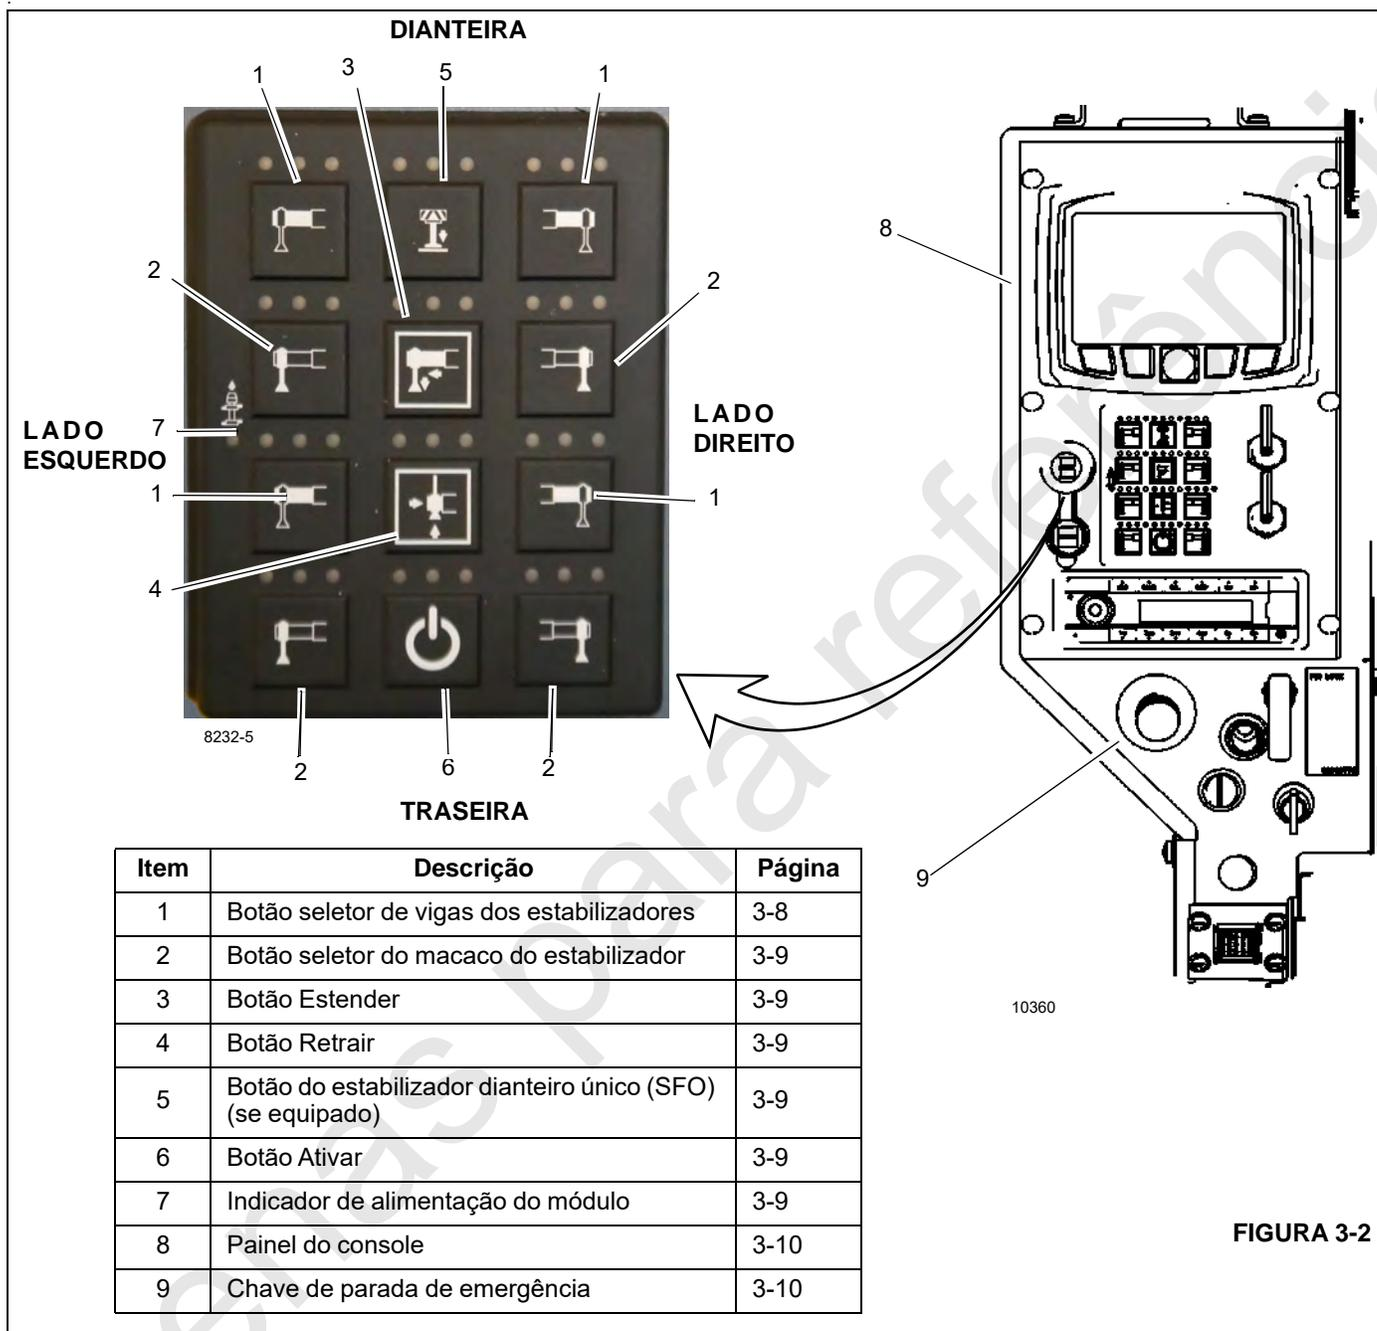

FIGURA 3-2
- É necessário liberar a chave ESTOP (9, Figura 3-2) da cabine do guindaste.
Os estabilizadores podem ser operados de vários locais, incluindo um controlador de teclado (Figura 3-1) localizado no (6 e 9, Figura 3-2) console da cabine do guindaste e dois teclados da estação de solo localizados à esquerda e à direita da estrutura do transportador. Cada controlador do estabilizador da cabine possui os controles para estender e retrain as vigas dos estabilizadores, para elevar e abaixar os cilindros dos estabilizadores (macaco) e para elevar e abaixar o estabilizador dianteiro único (SFO), se equipado. A estação de solo do lado direito (passageiro) controla todos os cilindros dos estabilizadores verticais e o SFO (se equipado), mas apenas as vigas horizontais no lado direito (passageiro) do guindaste. A estação de solo do lado esquerdo (motorista) controla todos os cilindros dos estabilizadores verticais e o SFO (se equipado), mas apenas as vigas horizontais no lado esquerdo (motorista) do guindaste.
O painel de controle do estabilizador da cabine (Figura 3-2) está localizado no painel dianteiro do console da cabine da superestrutura e é usado para controlar os estabilizadores de dentro da cabine. O painel de controle possui um touchpad com botões de controle e indicadores para estender e retrair as vigas dos estabilizadores, para elevar e abaixar os cilindros dos macacos dos estabilizadores e para elevar e abaixar o estabilizador dianteiro único (SFO), se equipado. Se não estiver equipado com um SFO, os indicadores LED de SFO acima do botão do SFO acendem em vermelho. A estação de controle da cabine do guindaste contém um indicador de nível e uma chave de parada de emergência. Todas as funções do estabilizador podem ser controladas pelo painel de controle da cabine.
Há quatro botões de seleção de vigas do estabilizador e quatro do macaco do estabilizador localizados em cada painel de controle do estabilizador (Figura 3-1 e Figura 3-2).
O botão ativar está localizado nos painéis de controle do estabilizador da cabine (Figura 3-2) e é usado em conjunto com a pré-seleção de chaves seletoras do estabilizador para controlar as funções do estabilizador.
O botão Estender está localizado no painel de controle do estabilizador (3, Figura 3-2 e Figura 3-3) e é usado em conjunção com os botões de ativação para controlar as vigas do estabilizador ou as funções do macaco.
O botão Retrair está localizado no painel de controle do estabilizador (4, Figura 3-2 e Figura 3-3) e é usado em conjunto com os botões de ativação para controlar as vigas do estabilizador ou as funções do macaco.
Os indicadores LED exibem o status do botão de controle selecionado (Figura 3-2) no painel de controle do estabilizador da cabine. Um LED azul acenderá por 5 segundos depois que um botão tiver sido selecionado.
O indicador de status do módulo está localizado em todos os painéis de controle do estabilizador da cabine e indica que a estação de controle dos estabilizadores (Figura 3-2) é ativada quando um LED verde acende. A estação de controle não pode ser ativada se o guindaste estiver executando outra função. (Por exemplo: operar a lança.)
Os botões seletores das vigas dos estabilizadores (1, Figura 3-2 e Figura 3-3) são usados para operar as vigas dos estabilizadores dianteiros ou traseiros. Ambos os lados podem ser operados pelo painel de controle do estabilizador da cabine.
Use os botões seletores do macaco do estabilizador (2, Figura 3-2 e Figura 3-3) para indicar qual macaco deseja operar.
O botão do SFO (Estabilizador único dianteiro) está localizado no painel de controle do estabilizador para os controles do estabilizador da cabine (Figura 3-2) e controles de estabilizador de solo (Figura 3-1 e Figura 3-3). O botão SFO é usado para abaixar e elevar o estabilizador único dianteiro opcional (se equipado). Para operar o SFO, pressione o botão do SFO para ativá-lo e, em seguida, o botão de extensão/retração e o botão de ativação. O SFO retrai-se automaticamente se algum dos outros macacos for ajustado e deve ser reativado se a elevação tiver que prosseguir. Se não estiver equipado com um SFO, o LED vermelho acende.
Há uma chave de parada de emergência (9, Figura 3-2 e Figura 3-3) localizada em cada controle do estabilizador em cada lado do transportador (Figura 3-3) e dentro da cabine no console dianteiro (Figura 3-2). Pressionar uma chave de parada de emergência desliga o motor. Se a chave de emergência for pressionada e os intertravamentos do guindaste estiverem engatados e o guindaste for alimentado a partir da cabine do guindaste, o RCL indicará qual chave de emergência foi pressionada.